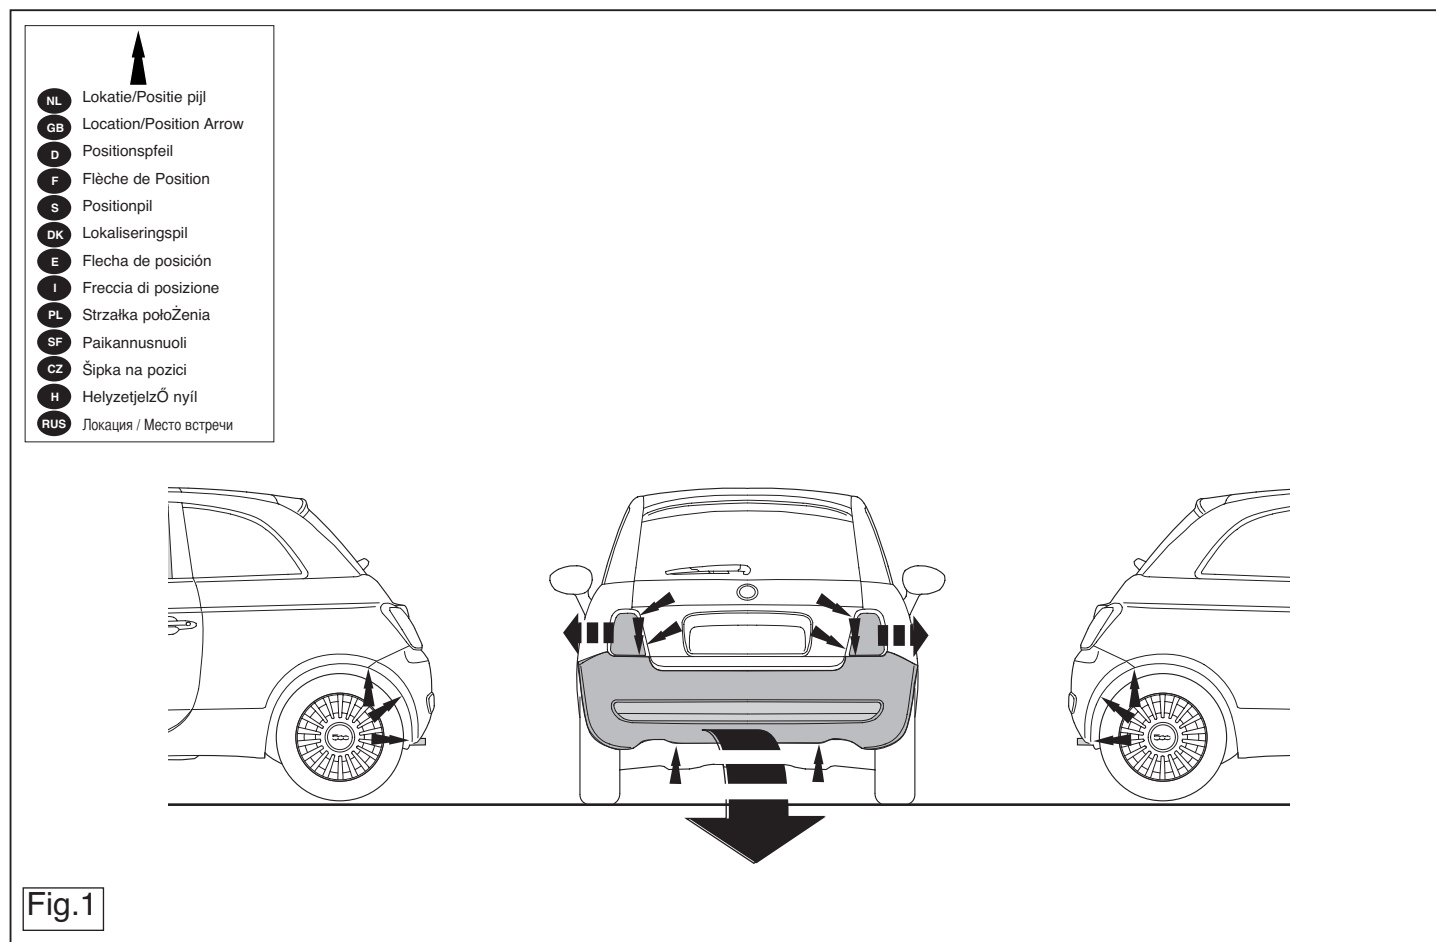

Fig.1
2. Demonter den bageste lydpotte og løsn varmeskjoldet. (Se fig. 1).
1. Снять бампер вместе со стальным буферным брусом автомобиля. (См. рисунок 1).
1. Zdemontować z pojazdu zderzak wraz ze stalową belką zderzakową. (Patrz rysunek 1).